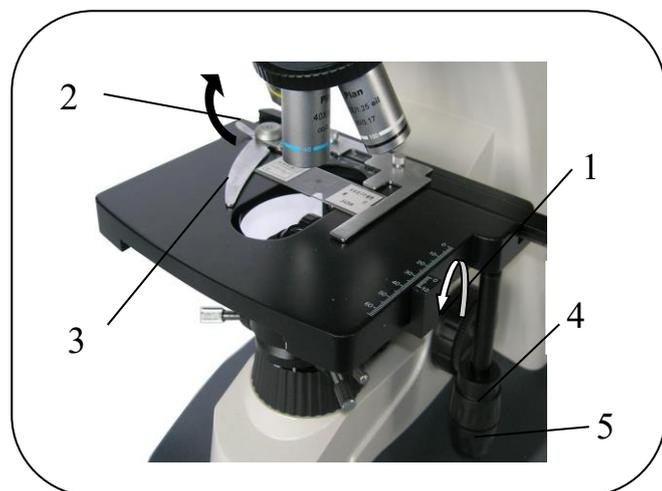

Рис. 7
- 1) Нажмите клавишу включения микроскопа (1) в положение “Г”.
- 2) Вращайте ручку регулировки осветителя (2) для регулировки уровня освещенности.
6.2. Установка предметных стекол (рис. 7)